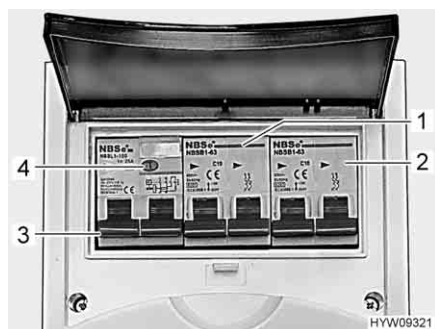

Fig. 70 Interruttore di sicurezza e interruttore automatico FI (scatola dei fusibili a 230 V)
Un interruttore di sicurezza per correnti di guasto (interruttore automatico FI) (Fig. 70,3) nella scatola dei fusibili protegge l'intero veicolo da correnti di guasto (30 mA).
L'interruttore di sicurezza collegato in serie (10 A) (Fig. 70,1) protegge le prese da 230 V, la centralina elettrica, il caricabatteria supplementare e il frigorifero.
Per veicoli con accessori opzionali, p. es. l'impianto di climatizzazione a tetto, un ulteriore interruttore di sicurezza (16 A) (Fig. 70,2) protegge l'apparecchio.
- Se il veicolo è collegato all'alimentazione a 230 V, premere il tasto di controllo (Fig. 70,4). L'interruttore di sicurezza per correnti di guasto (FI) deve scattare.